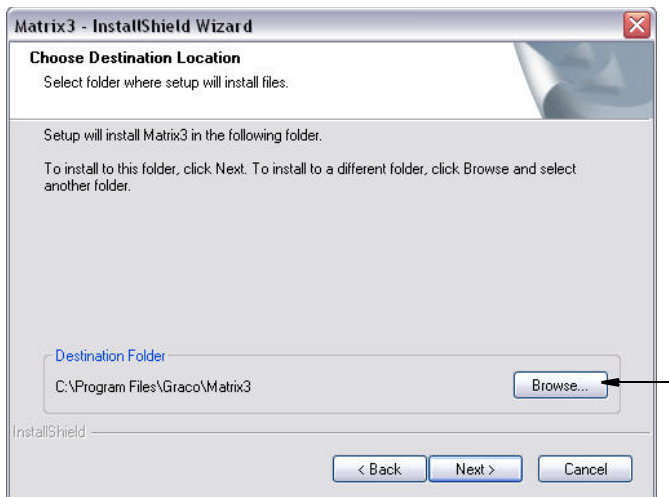

Рис. 6
7. Выберите место установки. Место установки по умолчанию – C:\Program Files\Graco\Matrix3. Чтобы выбрать другое место, нажмите кнопку «Browse» [Обзор] (Рис. 6).